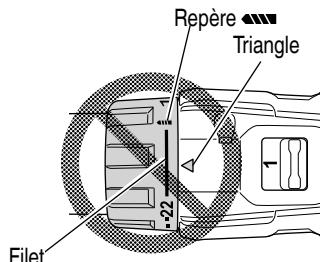

Fig. 13
- N'utilisez pas l'outil avec le sélecteur de débrayage positionné entre le chiffre "22" et la ligne au centre du symbole du foret "■■■", vous risqueriez de l'endommager (Voir Fig. 13).